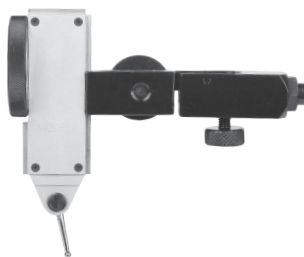

fig.2
- Pode ser fixado diretamente por uma ranhura em cauda de andorinha (fig.2)